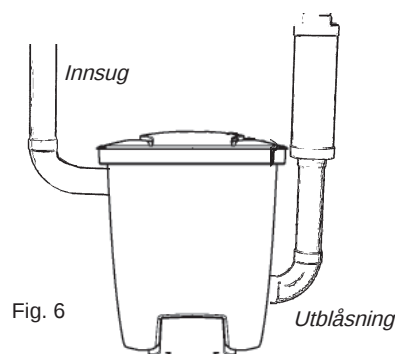

Fig. 6
5. Sett i blindpluggen i det uttaket der sugstussen tidligere satt. Monteres med de fire skrueene. Utblåsningsrøret må festes godt til vegg så det ikke løsner fra stussen. Tenk på at du skal kunne vri det bøyde røret til ulike sider for en passende rørføring. Koble deretter til utblåsningsrøret og lyddemper, Fig 6. Monter sentralstøvsugeren slik at utblåsningsrøret blir så kort som mulig, maks 5 meter. Tenk på omgivelsene ved plassering av utblåsningen. Bruk derfor alltid lyddemper.